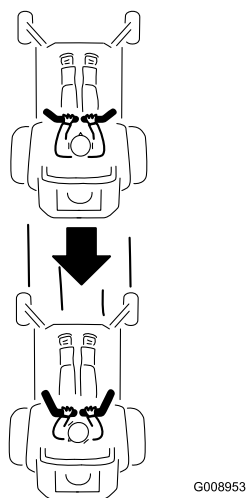

Figura 19
2. Para recuar, olhe para trás de si e para baixo, enquanto lentamente puxa as alavancas de controlo do movimento para trás (Figura 19).
Para andar a direito, aplique pressão igual em ambas as alavancas de controlo do movimento (Figura 19).